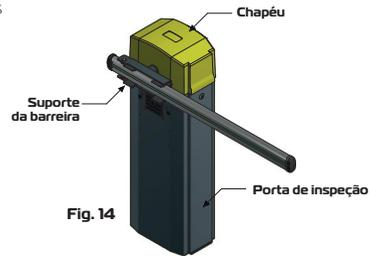

Fig. 14
**1** - Para rotacionar o sistema, será necessário fazer a remoção dos seguintes itens, ver **Fig. 14**: